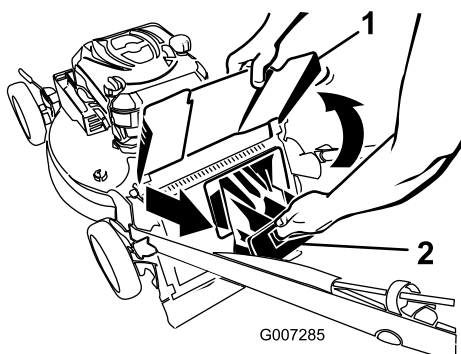

Figure 23
2. Soulevez le déflecteur d'éjection et gardez-le dans cette position (Figure 23).
3. Retirez l'obturateur d'éjection arrière (Figure 23).